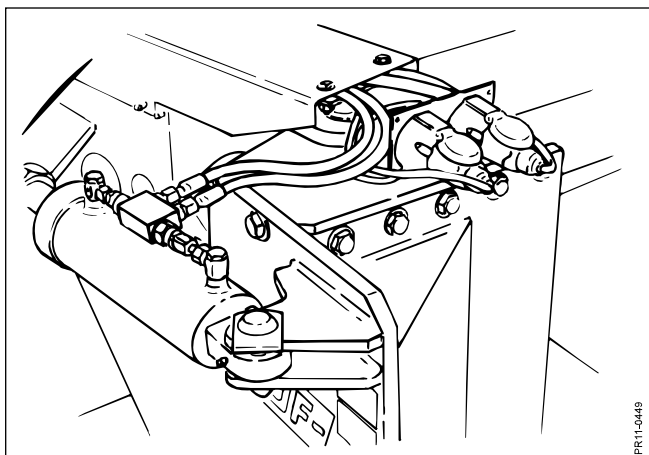
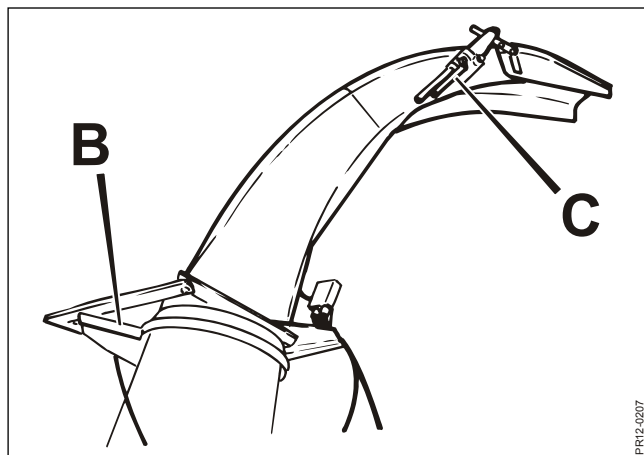

Рис. 2-1
Рис. 2-2
- Рис.2-1** Агрегату требуется 1 гидравлический выход одностороннего действия для подборщика и 1 выход двустороннего действия для дышла/поворота хобота. В дальнейшем может понадобиться еще 1 выход одностороннего действия для гидравлической автосцепки, которая является дополнительным оборудованием.
- Рис. 2-1** Агрегат оборудован системой управления, которая
- Рис. 2-2** электрически приводит в действие дефлектор **С** (Рис.2-2) и гидравлически дышло (Рис. 2-1) и поворот хобота **В** (Рис. 2-2). Установите панель управления в кабине трактора. Для более подробного ознакомления с панелью управления, хоботом, дефлектором, прочитайте раздел 3 «УСТАНОВКА ОБОРУДОВАНИЯ».